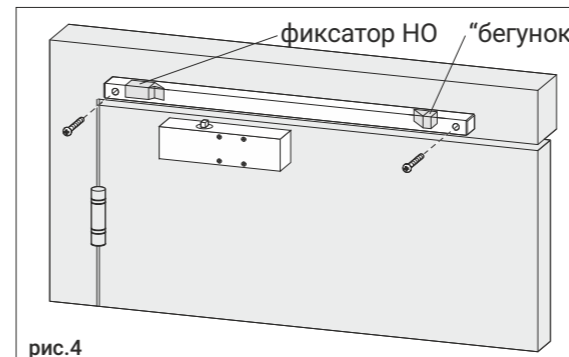

рис.4
2. Установите на штангу торцевые заглушки. Установите штангу по разметке, закрепите ее 2-мя винтами (шурупами), рис.4.